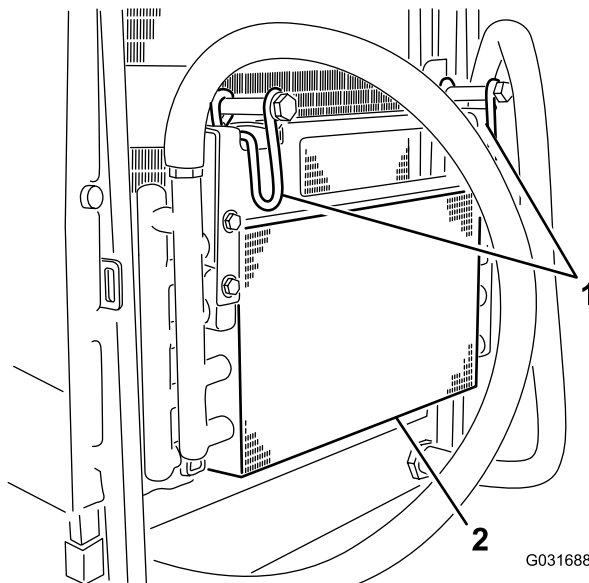

Bild 49
5. Drehen Sie die Riegel nach innen, um den Ölkühler zu lösen (Bild 49).